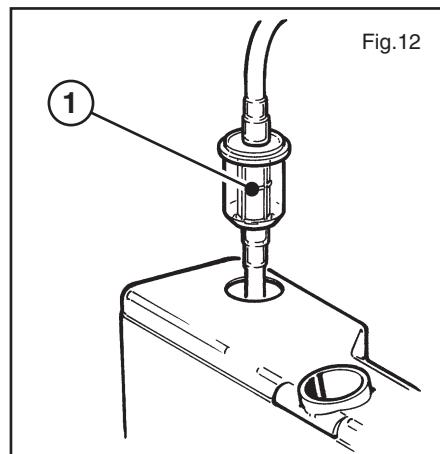

Fig.12
- En caso de reposición del aceite de la bomba, utilice un aceite con gradación SAE 20W40 de base mineral. Cantidad prevista: 110 gr. Controlar periódicamente el filtro gasoil (fig. 12, pos. 1); si está desgastado o demasiado sucio hay que cambiarlo.